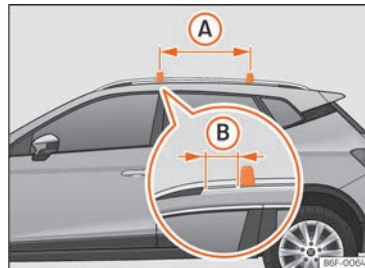

Abb. 147 Befestigungspunkte der Längsträger für den Dachgepäckträger
Die Querstangen werden an der seitlichen Dachreling angebracht. Der Abstand zwischen den Querstangen »» (Abb. 147) (A) muss 75 cm betragen und der Abstand der Querstangen mit den Halterungen der Seitenstangen des Dachs (B) muss 5 cm betragen.